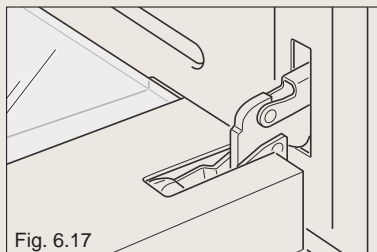

Fig. 6.17
- * Fully open the oven door (fig. 6.17).